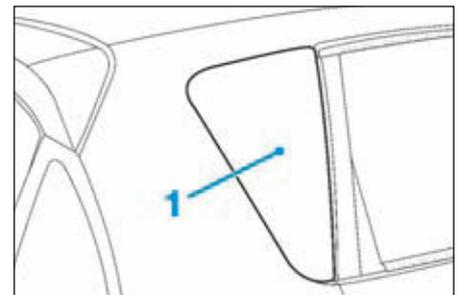

FIG.1
- Déposer la vitre de custode (1) (Fig.1).